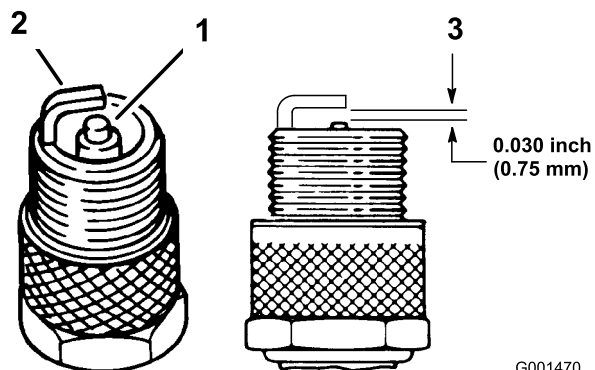

Figure 25
1. Examinez le centre des bougies (Figure 25). Si le bec de l'isolateur est recouvert d'un léger dépôt gris ou brun, le moteur fonctionne correctement. S'il est
2. Contrôlez l'écartement entre l'électrode centrale et l'électrode latérale (Figure 25). Courbez l'électrode latérale (Figure 25) si l'écartement est incorrect.
3. Connectez les bougies (Figure 25).